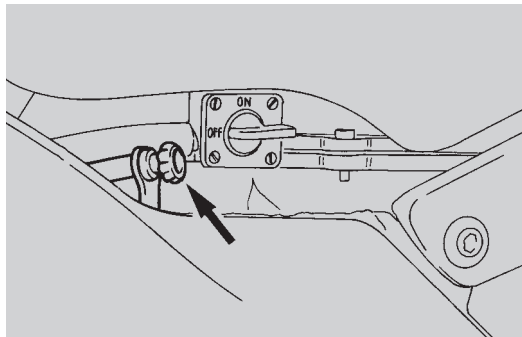

Fig. 50
- intervenir sur le pommeau de réglage (Fig. 50), qui se trouve sous le réservoir, côté gauche; en le tournant dans le sens des aiguilles d'une montre le nombre de tours du moteur augmente, en le tournant dans le sens opposé à celui des aiguilles d'une montre le nombre de tours du moteur diminue.